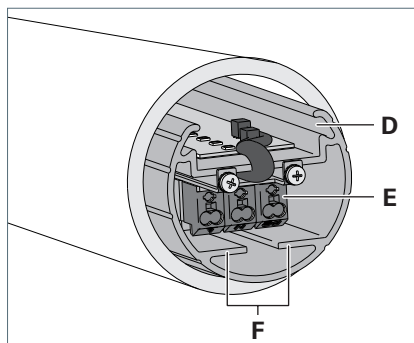

Fig. 9: Profilé porteur et borne.
- Retirez un peu le profilé porteur **D** du luminaire, voir Fig. 9.